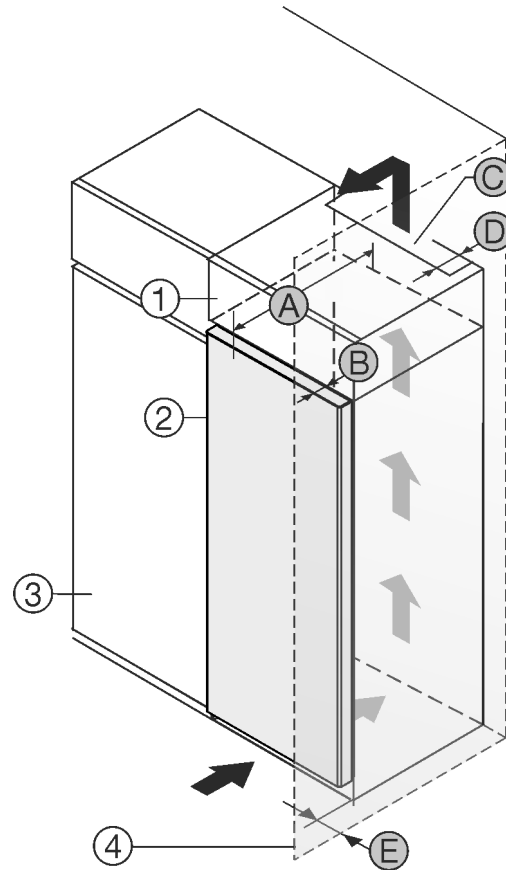

Fig. 1
Můžete přístroj nainstalovat přímo vedle kuchyňské skřínky Fig. 1 (3)*
Na zadní straně nastavné skřínky musí být větrací šachta hluboká Fig. 1 (D) přes celou šířku nastavné skřínky.*
Pod stropem místnosti musí být dodržen ventilační průřez Fig. 1 (C)*
Když přístroj instalujete závěsy vedle stěny Fig. 1 (4), musí být vzdálenost mezi přístrojem a stěnou minimálně 13 mm.*
Když přístroj instalujete závěsy vedle stěny Fig. 1 (4), musí být vzdálenost mezi přístrojem a stěnou minimálně 20 mm.*
Aby bylo možné dvířka plně otevřít, musí přístroj přesahovat o hloubku dvířek Fig. 1 (B) vůči přední linii kuchyňské skřínky. V závislosti na hloubce kuchyňských skříněk Fig. 1 (3) a použití vymezovačů odstup od stěny může přístroj vyčnívat dále.*